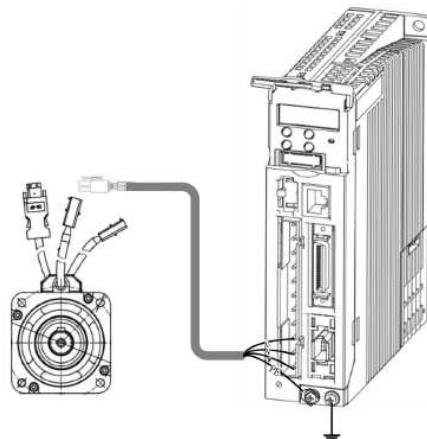

Рисунок 3-6 Схема заземления
7) Как показано на рис. 3-6, кабель питания мотора и экран должны быть подключены к приводу и надежно заземлены, сопротивление заземления не должно превышать 10 Ом.